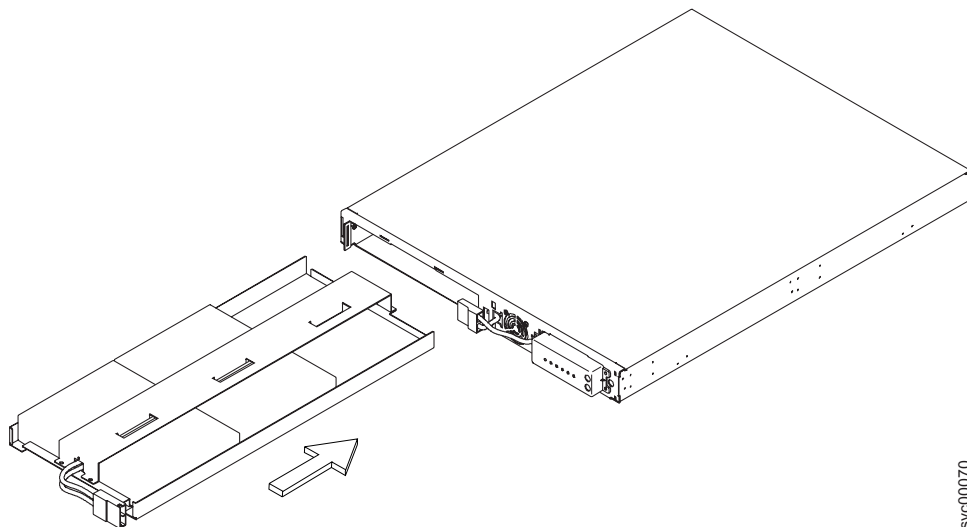

図 138. 2145 UPS-1U バッテリーの交換
1. バッテリーを 2145 UPS-1U の中にスライドさせます。 図 138 を参照してください。